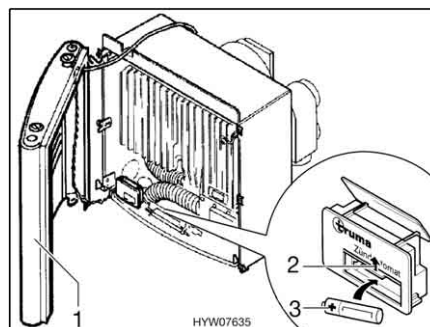

Fig. 78 Riscaldamento acceso
- Posare da un lato la copertura (Fig. 78,1) di modo da non dover estrarre il cavo di allacciamento per la ventola dell'aria calda e per la lampadina di controllo accensione.
- Spingere la copertura del vano batteria sul dispositivo di accensione (Fig. 78,2) verso l'alto.
- Inserire una nuova batteria (Fig. 78,3) dello stesso tipo nel vano batteria del dispositivo di accensione rispettando la polarità (+/-). Utilizzare soltanto batterie Mignon resistenti alle alte temperature (+70 °C) e sicure da perdite.